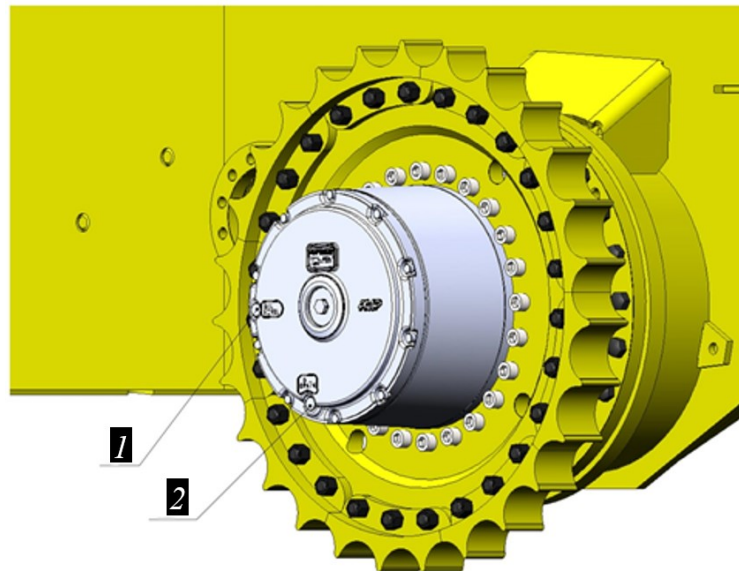

Рисунок 5.92. Процедура Проверки уровня масла в бортовом редукторе
- Пробка для слива масла 2 расположена в самой нижней точке, рис. 5.92. Двигая машину вперед и назад обеспечьте требуемое положение редуктора).
- ▶ Очистить поверхность редуктора в месте расположения пробки 1 для заправки маслом от загрязнений, см. рис. 5.92.
- ▶ Отвернуть пробку 1 для заправки маслом рис. 5.92.
- ▶ Очистить поверхность редуктора в местах расположения пробок для слива и заправки масла от загрязнений (для исключения попадания грязи во внутреннюю полость редуктора), см. поз. 1 и 2, рис. 5.92.
- ▶ Отвернуть пробку для слива масла 2, рис. 5.92.
- ▶ Выкрутить наливную пробку 1, рис. 5.92.
- ▶ Замыть (зачистить) следы подтеков масла из отверстий 1 и 2, рис. 5.92 легкоиспаряющейся жидкостью или чистой ветошью.